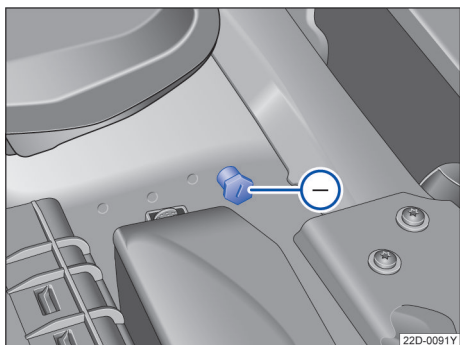

图 138 用于充电器负极连接的接地点
- 将红色电缆的一端连接到亏电蓄电池 (A) 的正极 (+) 上。
- 将红色电缆的另一端连接到供电蓄电池 (B) 的正极 (+) 上。
- 将黑色电缆的一端连接到供电蓄电池 (B) 的负极 (-) 上。
- 将黑色电缆的另一端 (X) 连接到亏电蓄电池汽车发动机缸体上的螺栓连接金属部件上或发动机舱内的连接点上→图 138，连接点必须尽可能远离亏电蓄电池 (A)。
在利用外接电源对车辆蓄电池充电时，请勿将充电器的负极接在蓄电池的负极上，必须连接到发动机壳体上或发动机机舱内的接地点处→图 138。